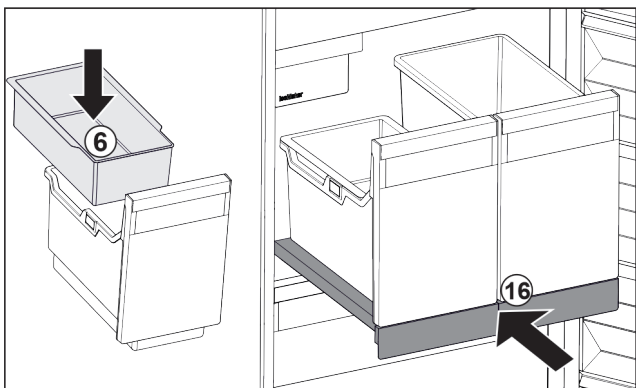

Fig. 91
- ▶ Vstavite obešalno skodelico Fig. 91 (6) za ledene kocke.
- ▶ Vstavite izvlečno polico s posodo (IceTower). Fig. 91 (16)